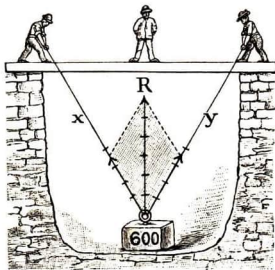

Abb. 56. Zerlegung von  $R$
**Beispiel:** Es soll, wie Abb. 56 zeigt, eine Last  $R = 600$  kg von zwei Arbeitern  $X$  und  $Y$  emporgezogen werden, deren Seile Winkel von  $30^\circ$  mit der Lotlinie bilden. Was hat jeder zu ziehen? **Antwort:** Soll die Last durch einen Arbeiter aufgezogen werden, so hat dieser eine Kraft  $R = 600$  kg aufzuwenden. Diese wird
2. Eine Last  $R = 500$  kg soll an zwei Seilen gehoben werden (Abb. 56), die mit dem Lot je einen Winkel von  $30^\circ$  ( $45^\circ$ ) bilden. Welche Seitenkräfte sind zum Hub nötig? (Zeichnung; Messung!)